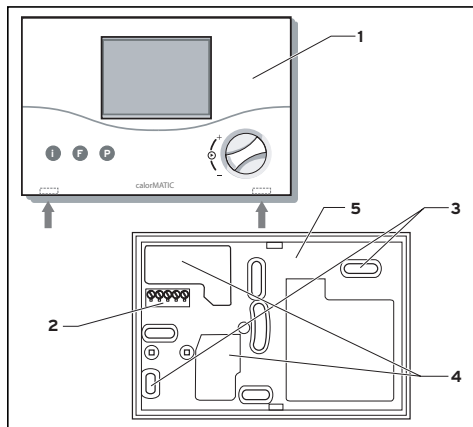

Fig. 9.1 Montage du régulateur de température d'ambiance
- Percez deux trous de fixation **(3)** de 6 mm de diamètre (conformément à la fig. 9.1) puis insérez les chevilles fournies.